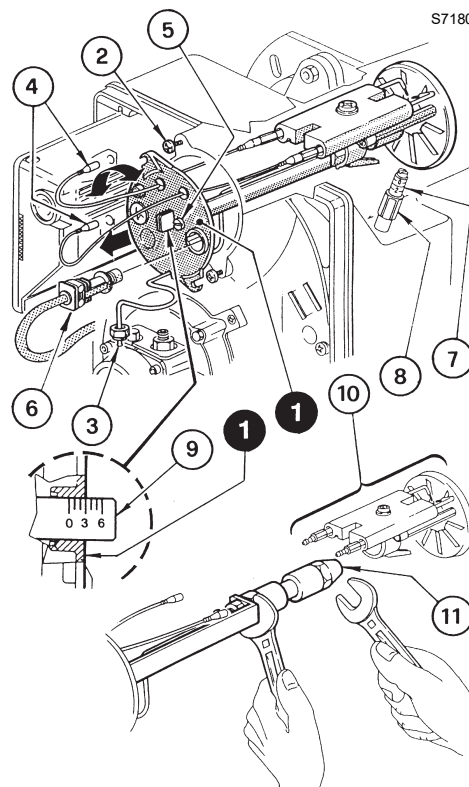
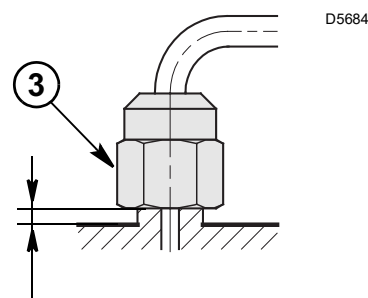
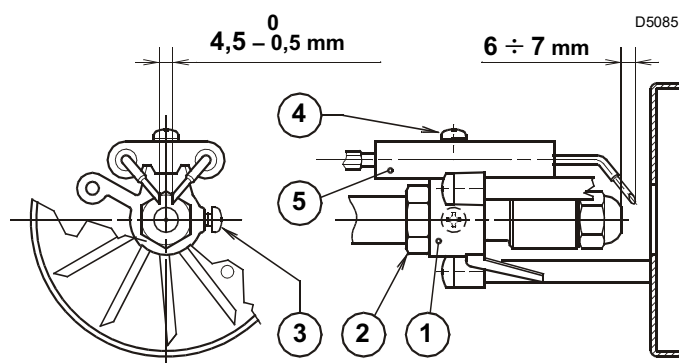

Fig. 13
Fig. 14
Fig. 15
- Débrancher les câbles (4) de la boîte de contrôle et enlever le capteur flamme (6).
- Dévisser l'écrou (3), desserrer les vis (2) et extraire le groupe porte-gicleur (1) en le faisant tourner légèrement vers la droite.
- Enlever les câbles (4) des électrodes, dévisser la vis (3), Fig. 15, à la page 9) et extraire le groupe support accroche-flamme (10) du groupe porte-gicleur (1).
- Remplacer le gicleur (11) et le visser correctement en le serrant comme indiqué sur la Fig. 13.
Au moment de remonter le groupe porte-gicleur (1, Fig. 13, à la page 8) **visser l'écrou (3) sans le mettre contre avec un couple de serrage de 15 Nm**, comme indiqué sur la Fig. 14.
- Procéder comme suit pour régler le volet d'air: (Fig. 13, à la page 8):
- Desserrer l'écrou (8) et régler le volet en agissant sur la vis (7).
- Revisser l'écrou (8) quand le réglage est terminé.
- Changer le gicleur, (Fig. 13, à la page 8) et contrôler si les électrodes sont placées correctement (Fig. 15, à la page 9).